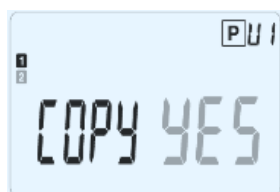

Fig. 24
- a. seleccionar el símbolo “me voy a la cama” , correspondiente al final de la jornada, para terminar; el termostato solicita que se copie el programa de la jornada, que se acaba de programar y terminar, en los días sucesivos, como se ilustra en Fig. 24: